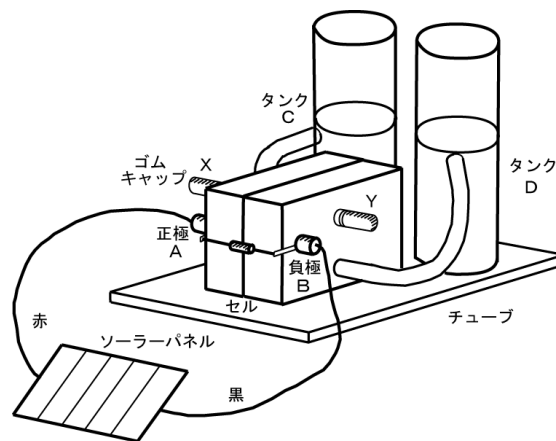

図 7. 燃料電池実験器
3. 図 7 のタンク C と D には、それぞれ何の気体がたまるのか。